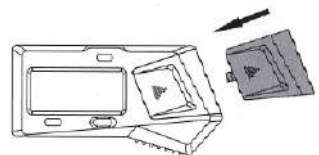

Рис. 3
- Закройте крышку батарейного отсека (рис. 3).